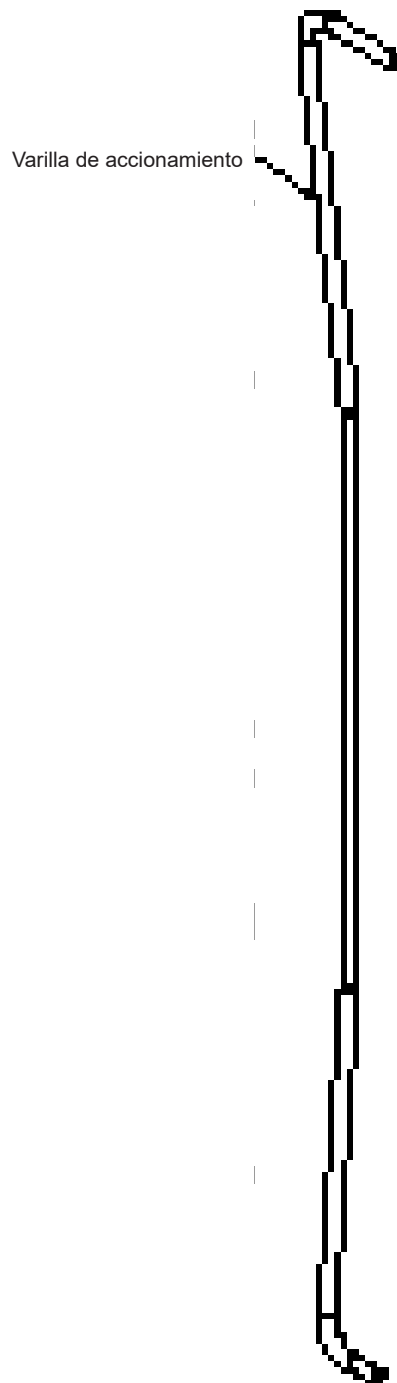

Figura 18
- Asegúrese de que el soporte no esté montado boca abajo o el soporte no podrá afirmar la varilla de accionamiento (Figura 18).